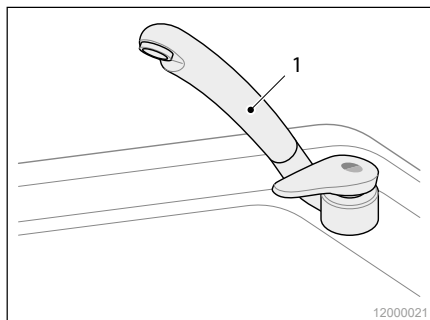

Abb. 34 Spüle
2. Richten Sie den Wasserhahn (Abb. 34/1) so weit auf, dass kein Wasser über den Bereich der Spüle spritzt.